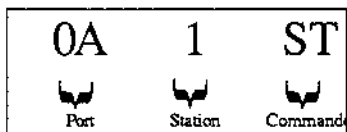

Figure 3-39 Exemple 1 d'adresse de variable déportée
N.B. 1 : l'exemple de la figure 3-39 montre une commande 'Lecture de l'état' émise par un périphérique EX250/500.